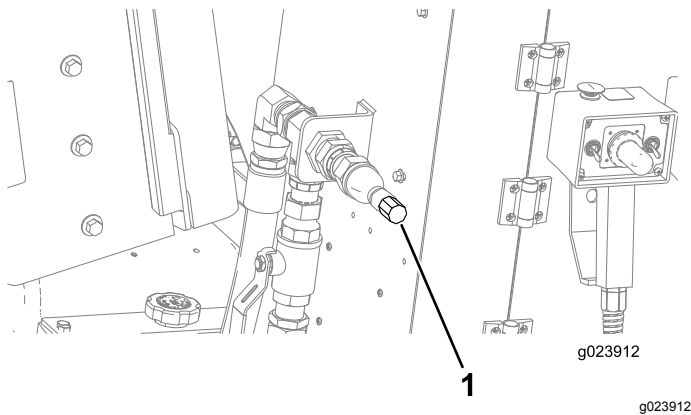

Bild 136
5. Verbinden Sie den Sprühschlauch mit dem Anschluss (Bild 136).